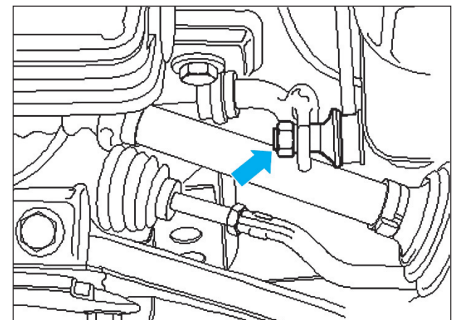

Fig. 12
- Déposer les biellettes de la barre stabilisatrice (flèche) (Fig.12).